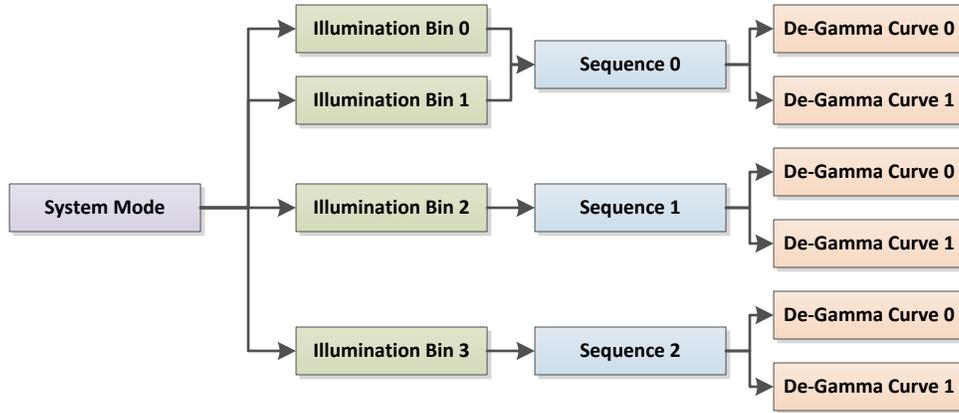

图 10-1. 系统模式示例
**图 10-1** 使用索引示例显示这些表之间的关系。系统模式包含一组照度分级。主机通过在系统模式内选择所需的照度分级索引来指定系统亮度。每个照度分级专为特定序列而设计。当主机选择照度分级时，主应用程序将自动选择照度分级映射到的一个序列。主机绝不直接设置序列。不同的照度分级可以映射到同一序列。这表示使用不同的照明百分比和同一 DMD 占空比来实现不同的总亮度水平。每个序列都映射到一条或多条去伽马曲线。同一组去伽马曲线应用于所有序列。例如，去伽马曲线 0 可以从输入像素到输出像素电平 (128 in = 128 out) 的简单线性映射。在该示例中，对于所有序列，去伽马 0 将是线性的。